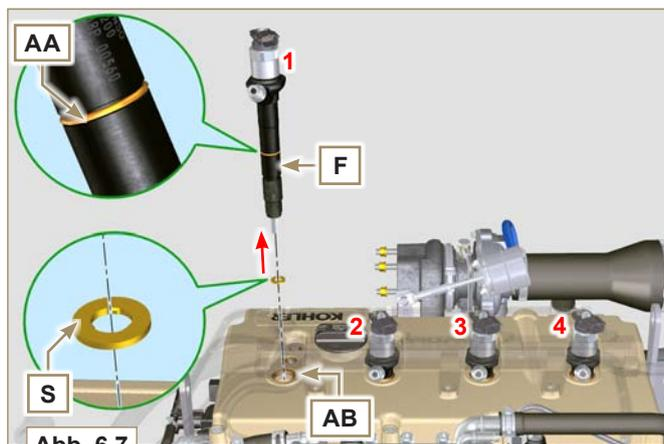

Abb. 6.7
- 1 - Die Dichtung **S** auf das Elektro-Einspritzventil **F** setzen (**Abb. 6.7**).
- 2 - Das Elektro-Einspritzventil **F** in die Hohlbohrung **T** einsetzen. Dabei darauf achten, die Dichtung **AB** nicht zu beschädigen. Das Ventil wie in **Abb. 6.7** gezeigt ausrichten.